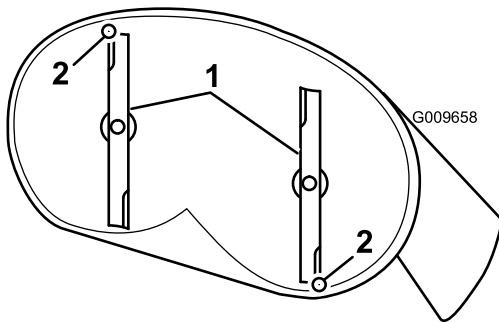
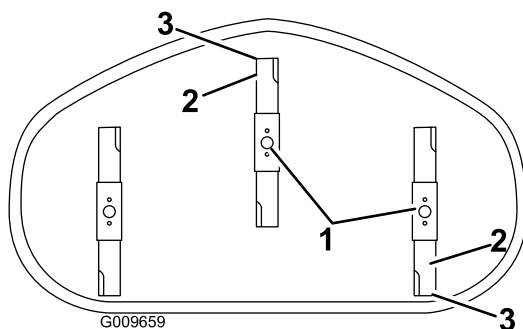

Figura 71
Figura 72
4. Gire cuidadosamente las cuchillas colocándolas en el sentido de avance de la máquina (Figura 71 y Figura 72).
5. Mida entre la punta de la cuchilla delantera y la superficie plana, y entre la punta de la cuchilla trasera y la superficie plana (Figura 71 y Figura 72).
9. Después de realizar el ajuste, compruebe de nuevo la inclinación longitudinal, y siga ajustando la tuerca hasta que la punta de la cuchilla delantera esté entre 1,6 y 7,9 mm más baja que la punta de la cuchilla trasera (Figura 71 y Figura 72).